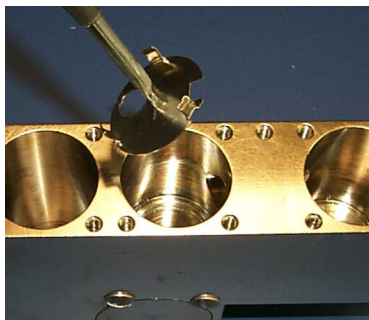

图 4-15 接地缝隙板
5. 将小号槽缝螺丝起子插入槽中小心旋转和撬动，卸下接地缝隙板（图 4-15）。